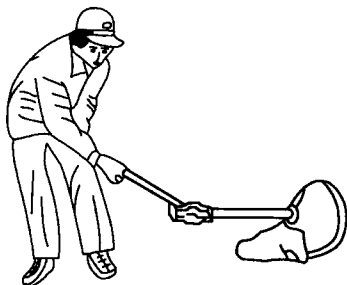
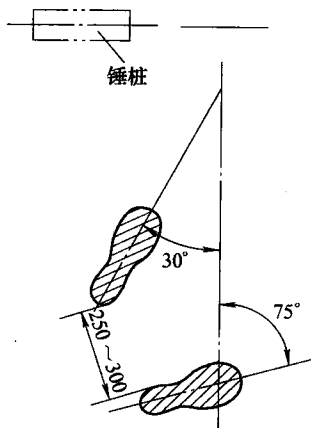

图 2-8 横向抡打预备姿势
图 2-9 横向抡打的站立位置
(1) 预备 横向抡打的预备姿势如图 2-8 所示，训练者站在锤桩的一侧，双脚略呈外八字自然开立，分开角度及两脚与锤桩的相对位置如图 2-9 所示。双腿微屈，腰身稍躬，双手握锤柄使锤头正抵锤桩，此时站立位置应远近适宜。